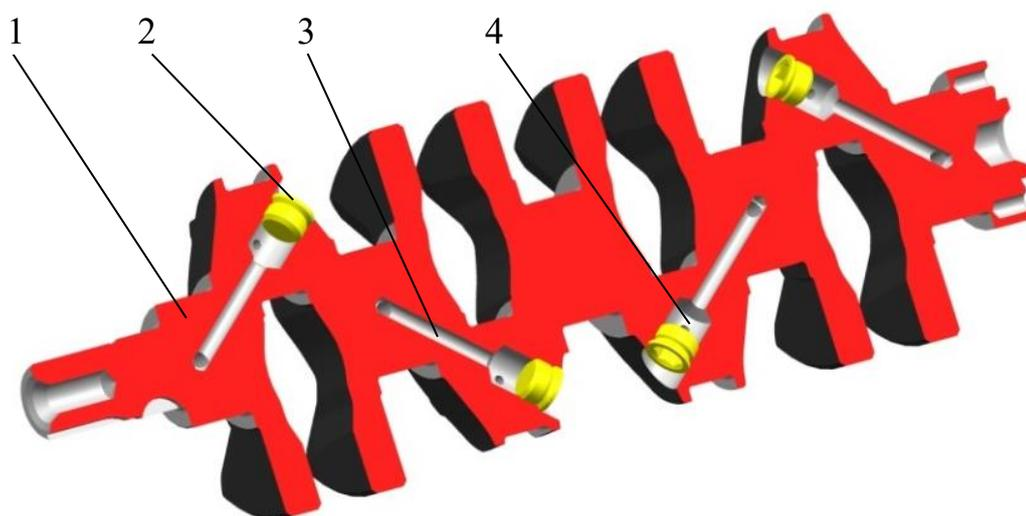

Рис.105. Пробки, каналы и грязеуловительные полости коленчатого вала:
4. Вывернуть пробки 2 (рис.105) грязеуловительных полостей 4 шатунных шеек коленчатого вала и удалить из них отложения, для чего промыть полости и каналы раствором каустической соды (NaOH), нагретым до плюс 80 °С, и металлическим ёршиком тщательно прочистить полости 4 и каналы 3. Промыть полости и каналы керосином и высушить сжатым воздухом, после чего завернуть пробки на место моментом 37...51 Н·м (3,8...5,2 кгс·м), предварительно нанеся на их резьбовую поверхность анаэробный герметик «Стопор-9» или аналогичный («Гермикон-9», «Euroloc 6638»).
Для установки сальникодержателя с сальником без пружины в дополнение к оправке ЗМ 7853-4215 используется приспособление ЗМ 7820-4733. Рабочая кромка сальника без пружины должна быть расположена на валу согласно рис.105.